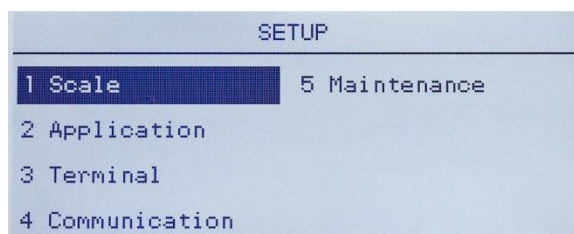

Figura 3-13: Menú de configuración – Reinicio
1. Presione la tecla MENÚ y seleccione el ícono CONFIGURACIÓN . La Figura 3-13 muestra la primera página del menú de configuración con cinco ramas principales mostradas.